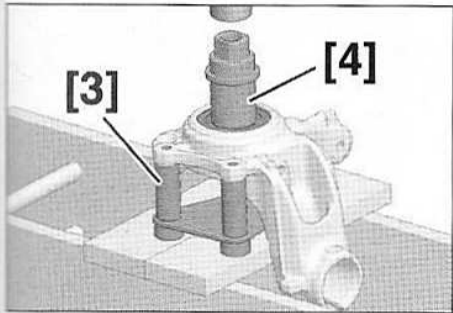

FIG.28
• Placer et caler le pivot sur une presse hydraulique, à l'aide de l'outil [3] (Fig.28).